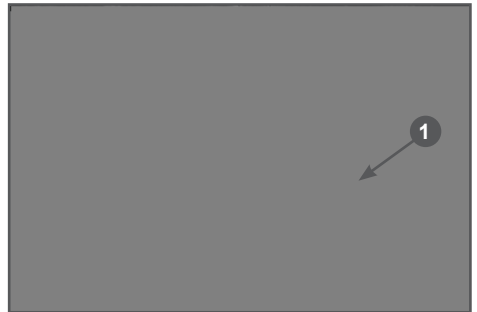

Рис. 8 Винт регулировки подачи масла
3. Количество масла можно корректировать с помощью регулировочного винта 1, который находится снизу бензопилы (Рис. 8).